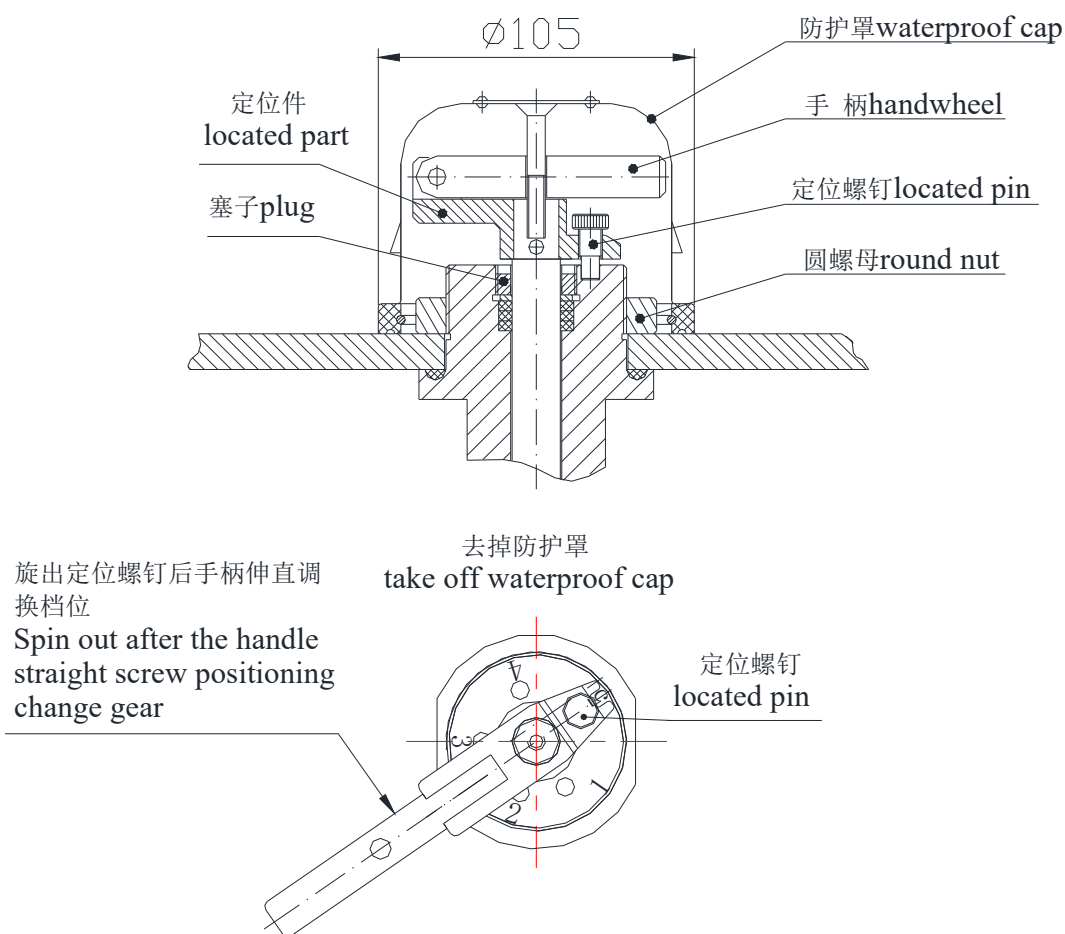

图 2
5.6 分接开关在安装使用前放在 105°C±5°C烘箱中或与变压器器身一起干燥 24~48 小时进行去潮，干燥后如分接开关沿转轴渗油，请将塞子旋紧即可，如沿变压器箱盖渗油，请将圆螺母旋紧即可。见图 2
如图 2：旋下防护罩，旋下圆螺母，将以上零件放到一起，不要丢失。然后将带有“O”型密封圈的开关从箱盖下面向上伸出，用圆螺母将开关固定在变压器箱盖上，并将开关尾端支板与变压器的焊块用螺栓固定住，注意一定要保证开关的本身与箱盖平行以保证主传动部分的齿轮齿条正确啮合。
7.1 如图 2：旋下防护罩，旋出定位螺钉，伸直手柄，往返旋转手柄 3~5 个循环，然后将手柄旋到需要的分接位置上，再左右微动手柄几次，将定位螺钉旋入法兰档位定位孔内，再将上述各件复原，有条件的最好对其接触情况测量，以验证其接触可靠性。